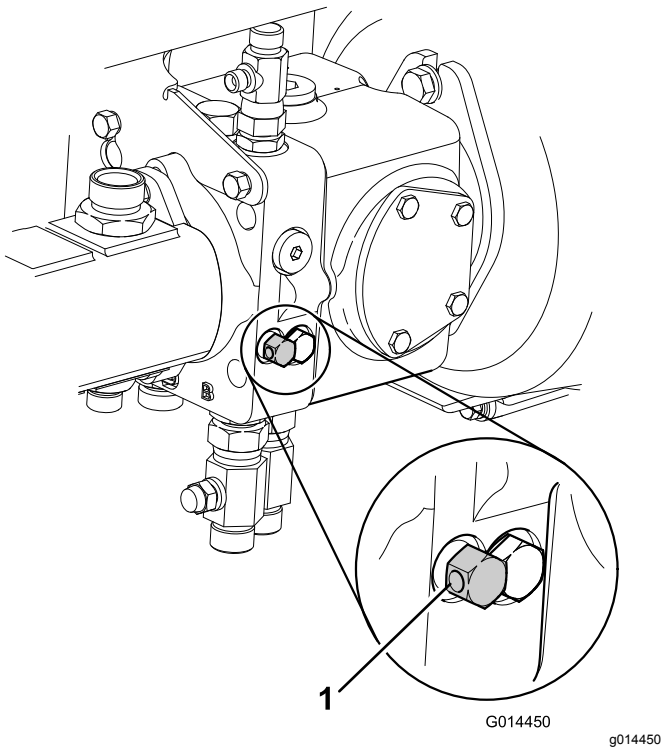

Bild 4
7. Nehmen Sie das hydraulische Betriebssystem außer Betrieb, indem Sie das Sicherheitsventil, das unter der Getriebepumpe sitzt, um maximal drei Umdrehungen nach links drehen (Bild 4).